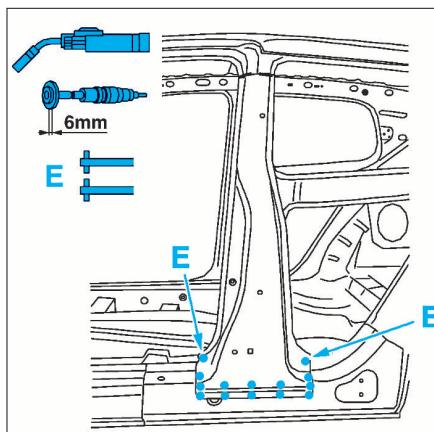

FIG. 75
- Procéder au soudage (Fig.75 à 77) au MIG ou avec une pointeuse électrique puis meuler.